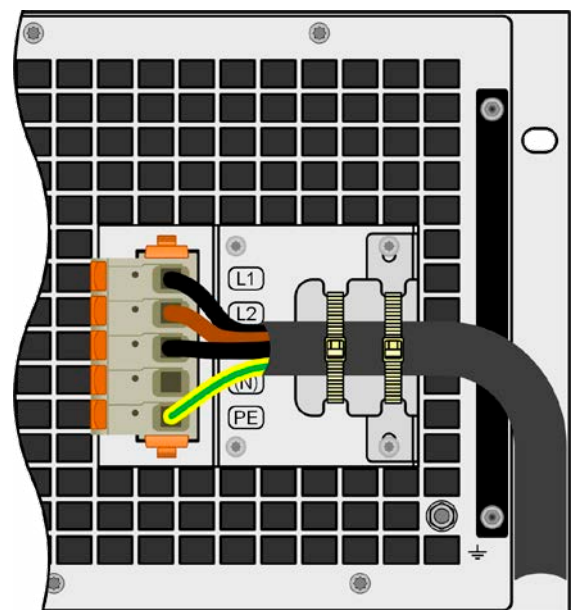

Bild 12 - Fertig montierte Zugentlastung
2. Den Haltewinkel anbringen und mit den mitgelieferten, längeren Schrauben (M3x8) und den Spanscheiben befestigen. Siehe *Bild 12* unten.